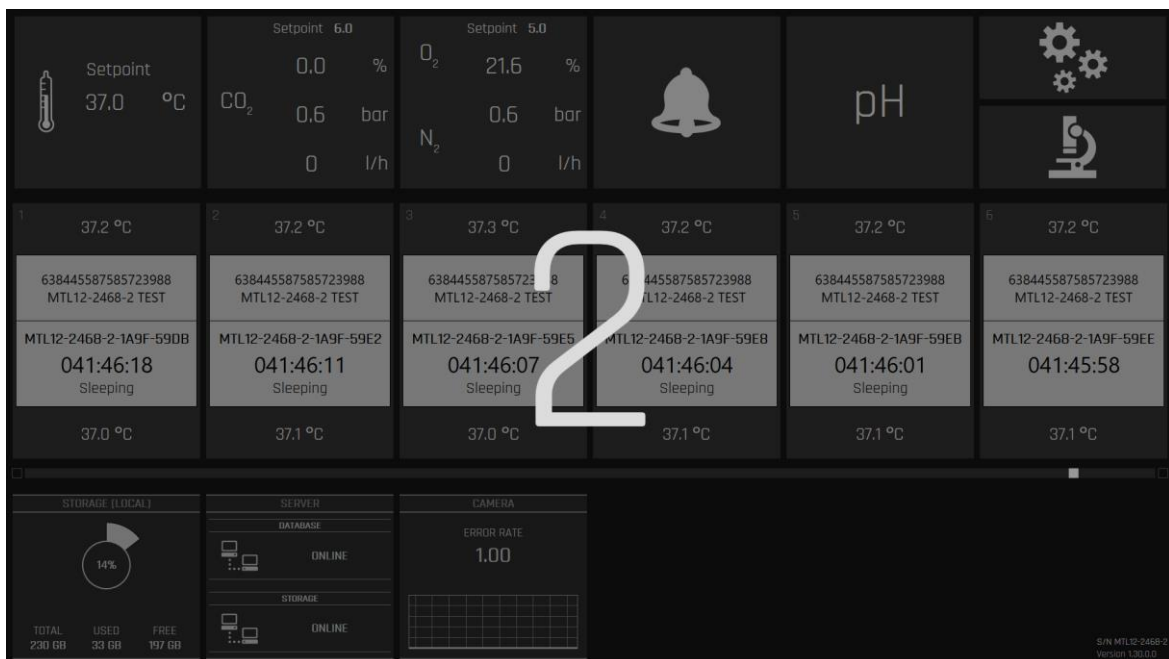

Figura 20.5 Sovrapposizione dell'indicazione di cambio di linea nella schermata principale dell'incubatore multicamera IVF MIRI® TL12
- Quando viene selezionata la Linea 2, la relativa spia verde si accende. Inoltre, il cambio di linea è indicato sullo schermo principale dalla scritta in sovrapposizione "2" (vedere Figura 20.5).